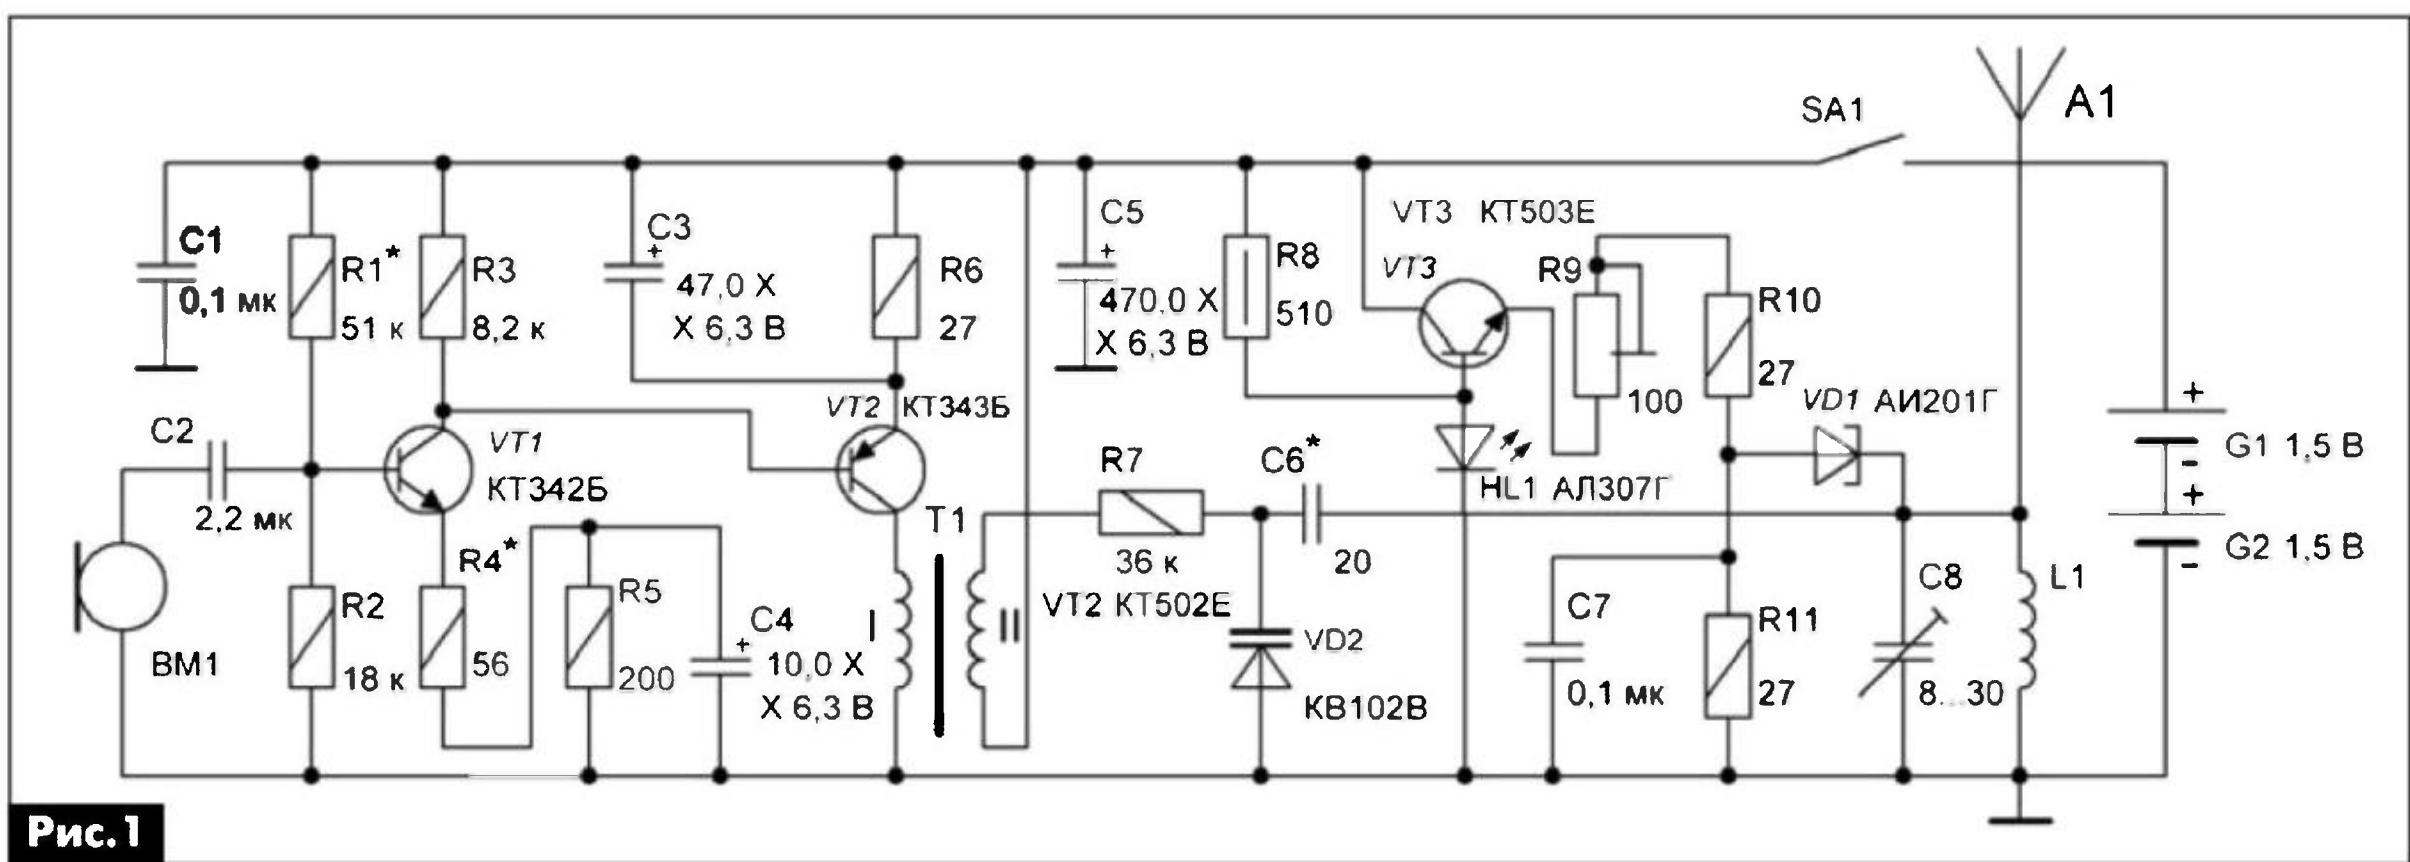

Рис.1
Принципиальная электрическая схема радиомикрофона показана на **рис. 1**, а внешний вид – на **фото 1**. Он собран на арсенид-галлиевом туннельном диоде типа АИ201Г и трех транзисторах. За основу схемы взят радиопередатчик, описанный в [1], в котором использовался угольный микрофон, а модуляция несущей низкочастотным сигналом была смешанной и амплитудной (AM) и частотной (ЧМ) одновременно.